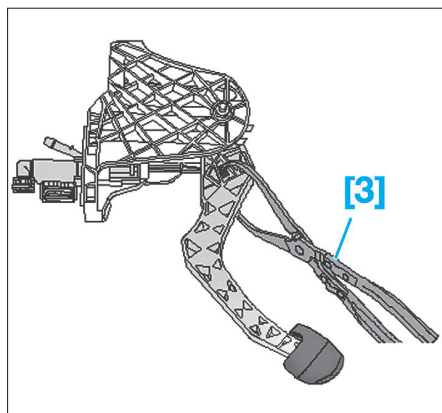

FIG. 17
- Relier le palier de fixation (6).
- A l'aide de l'outil [3], déverrouiller la pédale d'embrayage du cylindre émetteur (Fig.17).